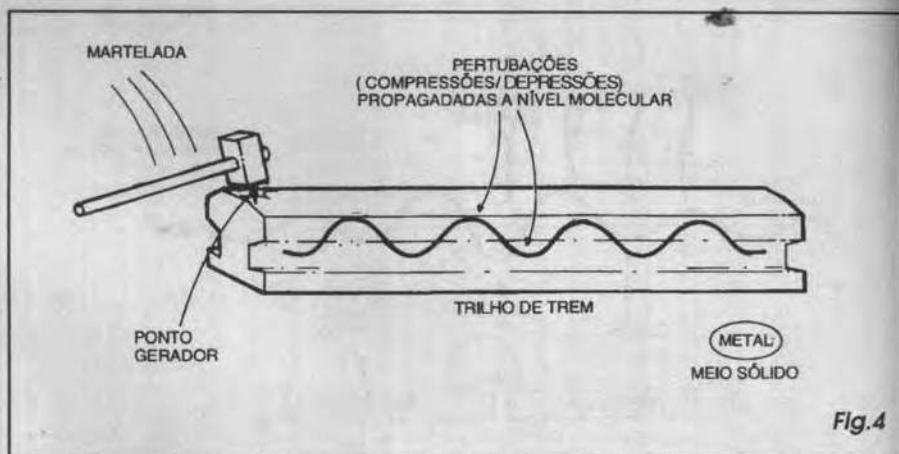

Fig.4
- FIG. 4 - A PROPAGAÇÃO NUM MEIO SÓLIDO - Já foi dito, mas vamos repetir: para *caminhar* o SOM precisa de um meio, não importando se o dito meio é um gás, um líquido ou um sólido...! Vejamos um exemplo de propagação em meio sólido: se tivermos uma longa barra metálica (um trilho de trem, por exemplo...), e aplicarmos na dita cuja uma martelada em uma das suas extremidades, a nível molecular um fenômeno intrinsecamente idêntico ao descrito nas figuras anteriores ocorrerá! A partir de um ponto gerador (local da martelada...), uma perturbação ondulatória se propagará, na forma de compressões/descompressões no meio, enfraquecendo-se com a distância, até que novamente o metal se *...acalme...*! Se você encostar o ouvido na *outra* ponta do trilho, mesmo a muitos metros de distância, e mesmo que a martelada seja *bem de levinho*, *ouvirá* o som do impacto (não se distraia na experiência, contudo, pois o trem poderá - gentilmente - decapitá-lo...). A **frequência**, no caso, dependerá da própria densidade do metal, e também do próprio comprimento do trilho... Isso ocorre porque os materiais (justamente na função das suas **densidades** e **tamanhos físicos**...) assumem um outro parâmetro intrínseco e específico, a **RESSONÂNCIA**, que não passa de uma espécie de *frequência natural* com a qual se manifestam as compressões/descompressões, sob o impacto de uma *força* externamente aplicada...!